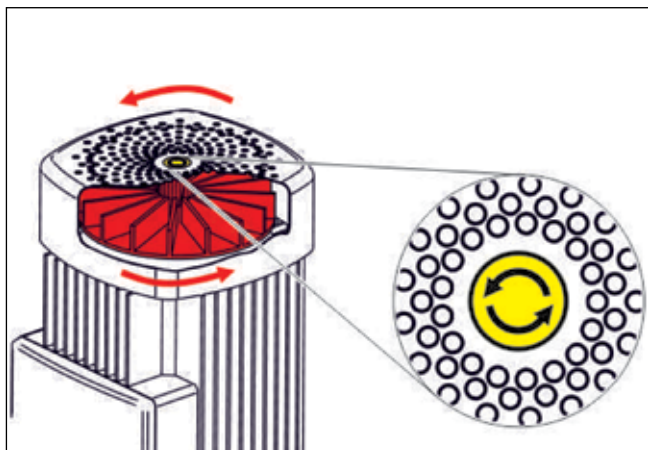

Figure 16 : Contrôle du sens de rotation du moteur de la pompe
- Il faut en même temps contrôler le sens de rotation du moteur de la pompe. La roue du ventilateur du moteur doit tourner dans le sens indiqué sur le couvercle du moteur. La roue du ventilateur est visible à travers les trous du couvercle du moteur. (Fig. 16)